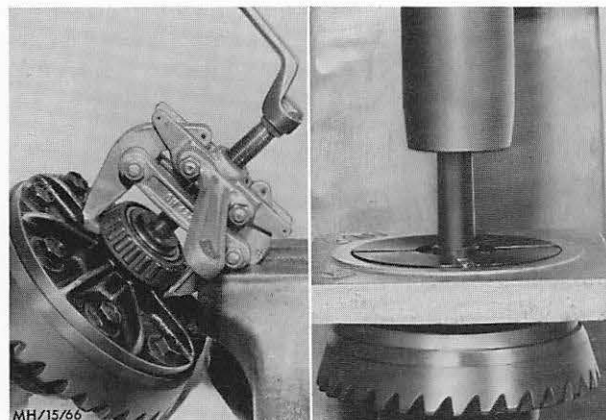

Abb. 57 Kegelrollenlager vom Ausgleichgetriebegehäuse abziehen
8. Abzieher 15-026 an ein Kegelrollenlager des Ausgleichgetriebe-Gehäuses setzen und mit einem Schenkel in den Schraubstock spannen. So beide Lager abziehen, Abb. 57. Bei Anwendung der Grundplatte 370 für die „A“-Achse Einsätze 15-006 und für die „B“-Achse Einsätze P4090-11 benutzen. Abb. 57.